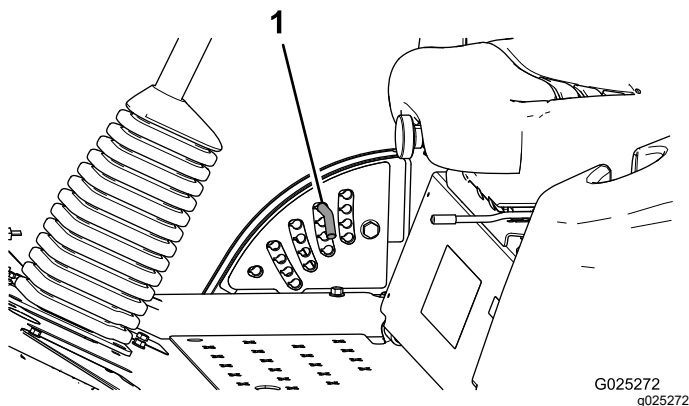

Figure 4
2. Pour régler la hauteur de coupe, tournez la goupille de butée jusqu'à ce que la saillie s'aligne sur les fentes dans les trous du support de hauteur de coupe et déposez-la (Figure 4).
3. Placez la goupille dans le trou du support correspondant à la hauteur de coupe voulue et tournez-la pour la verrouiller en place (Figure 4).
Remarque: Il y a 4 rangées de trous (Figure 4). La première rangée donne la hauteur de coupe indiquée au-dessus de la goupille. La deuxième rangée donne la hauteur indiquée plus 6 mm. La troisième rangée donne la hauteur indiquée plus 12 mm. La dernière rangée donne la hauteur indiquée plus 18 mm. Un seul trou, situé dans la deuxième rangée, correspond à la hauteur 127 mm. Il n'ajoute pas 6 mm à la hauteur de 127 mm.